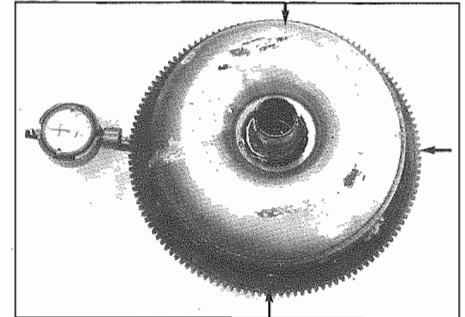

Fig. 8 - Controllo dell'eccentricità
- Controllare l'eccentricità del convertitore sulla corona dentata (**Fig. 8**) (vedi pag. 9-1).
- Check converter eccentricity on crown gear (**Fig. 8**) (see page 9-1).